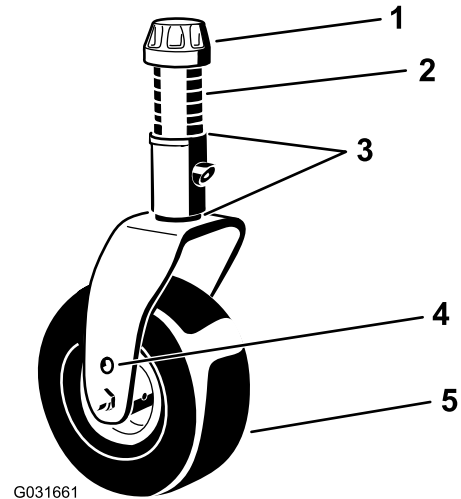

Bild 19
4. Lösen Sie die Spannkappe mit dem mitgelieferten Schraubenschlüssel für die Laufradkappe und nehmen sie von der Laufradspindelwelle ab. Schieben Sie die Laufradwelle aus dem Laufradarm heraus (Bild 19).
7. Legen Sie die Beilagscheiben (wie ursprünglich montiert) und die restlichen Distanzstücke auf die Welle (Bild 19).
8. Setzen Sie die Spannkappe ein und ziehen sie mit dem mitgelieferten Schraubenschlüssel für die Laufradkappe an (Bild 19).